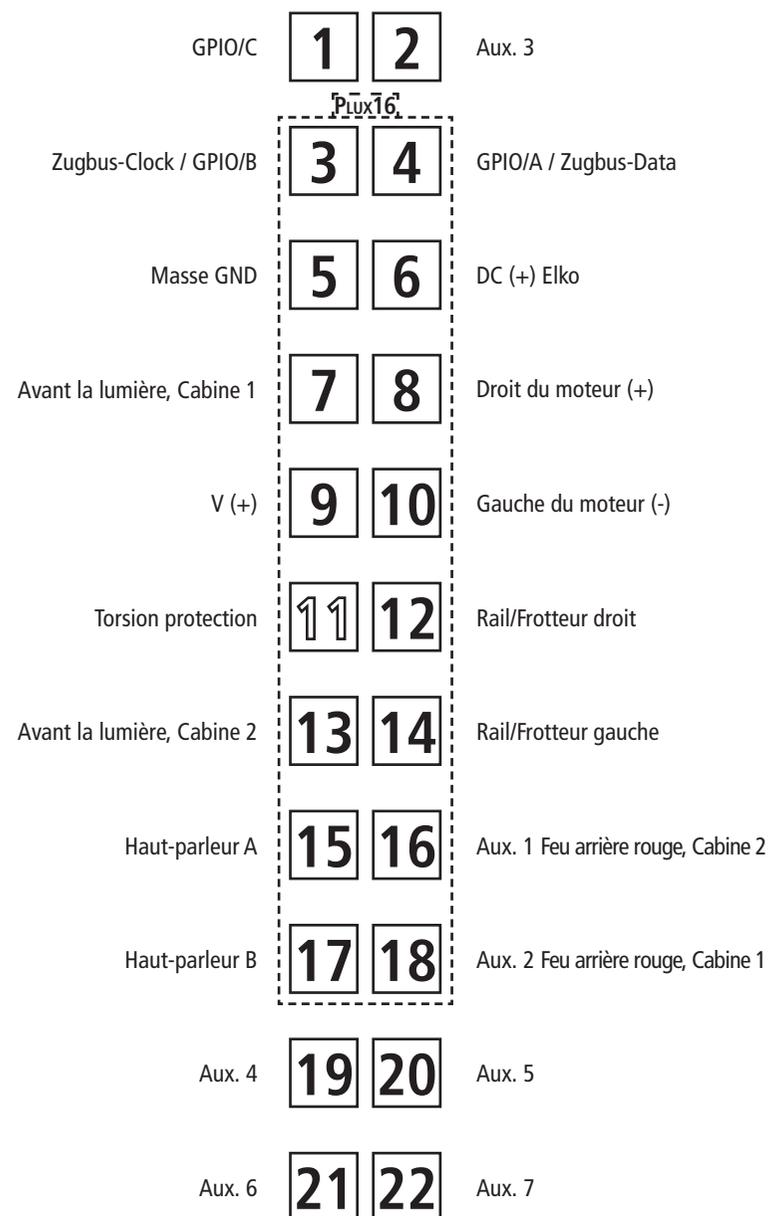

Fig. 5
**1. Reinigung der Radstromkontakte:** Radstromkontakte können auf unsauberen Schienen leicht verschmutzen. Entfernen Sie **vorsichtig** mit einem kleinen Pinsel **den Schmutz** an den in Fig. 5 gekennzeichneten Stellen.
**Mehrzugbetrieb:** Zuerst Lokgehäuse abnehmen (Fig. 3). Danach den Brückenstecker aus der Schnittstelle entfernen (diesen sorgsam aufbewahren). Danach den Stecker des Dekoders lage-richtig einsetzen (Fig. 5).
**Running in digital mode:** Remove the jumper from the interface. Finally put the plug of the decoder into the interface as shown in fig. 5.
**1. Nettoyage des lames de courant aux roues:** Les lames de contacts risquent de s'encrasser rapidement sur des voies poussiéreuses. Veuillez **enlever la poussière** aux endroits marqués à la fig. 5 à l'aide d'un petit pinceau souple.
**Exploitation en télécommande multi-trains:** Enlevez la fiche de shuntage de l'interface (à conserver!) et enfichez finalement la fiche du module de décodeur aux prises de l'interface. Veuillez à la position correcte de la fiche (fig. 5).